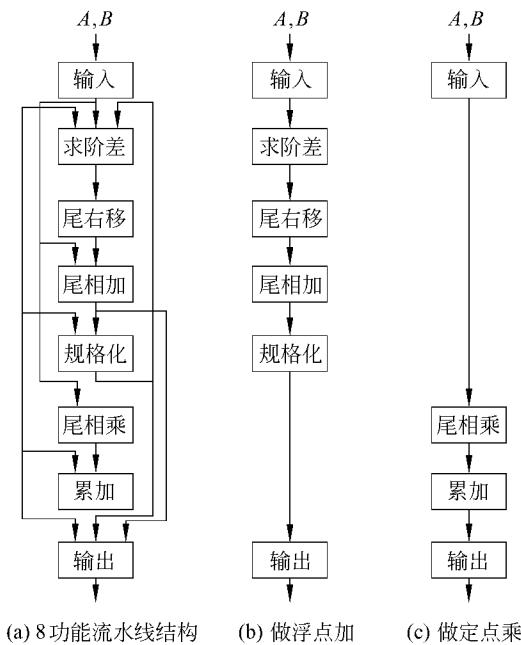

图 3.2 TI ASC 机多功能流水线结构及功能
由 8 个功能模块组成, 使用时可根据需要组合连接, 实现各种功能, 如图 3.2 所示。
(3) 在多功能流水线中, 按在同一时间内是否能实现多种功能来分又可分为两种。
① 静态流水线 (static pipeline) 它是指在同一时间内, 多功能流水线的各功能模块只能按一种固定方式连接, 实现一种固定功能的流水线。其特点是, 一个时刻只能有一种组合形式, 如 TI ASC 机在做浮点加, 应按图 3.2(b) 组合; 若浮点加没有执行完, 运算器不能改为其他组合。优点是控制较简单。缺点是运算效率不高。
② 动态流水线 (dynamic pipeline) 它是指同一时间内, 多功能流水线的各功能模块可根据多种运算需要, 连接成多种方式, 同时能执行多种功能的流水线。其特点是, 各功能模